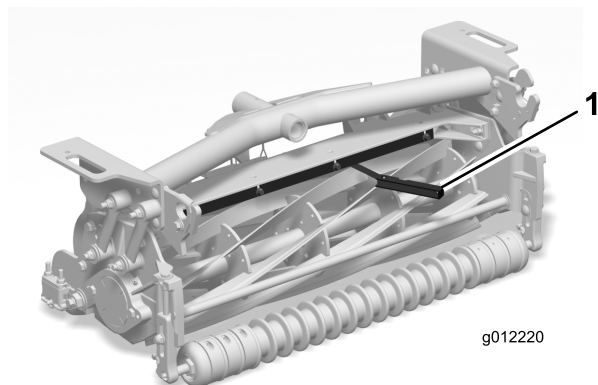

Рисунок 8
4. Вставьте толщиномер на 1,5 мм между верхней частью барабана и нижней частью отсекающей планки, чтобы проверить зазор (Рисунок 8).